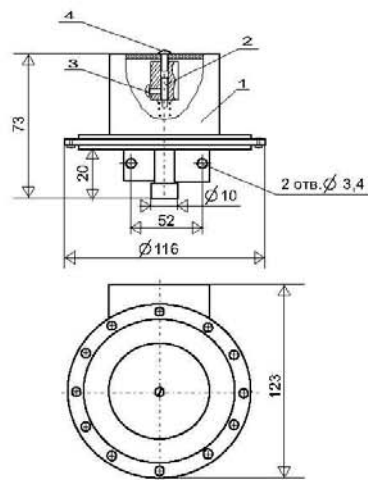

Рис.1 - Общий вид датчика ДДМ-1Ш
3.7. Общий вид и габаритные размеры датчиков приведены на Рис.1 и Рис.2.
6.2. Снять защитный кожух 1 (Рис.1). Подсоединить к ниппелю датчика через рукав с внутренним диаметром 8мм (ГОСТ 10362-76) источник давления газа или воздуха. Подсоединить датчик к электронной системе обработки сигнала проводом с сечением жилы не менее 0,2 мм. Регулировочным винтом 2 установить порог срабатывания датчика, зафиксировав его положение стопорным винтом 3. Контроль величины необходимого давления произвести по манометру, находящемуся на трубопроводе, где расположен датчик.
6.3. Надеть защитный кожух и зафиксировать его положение винтом 4 (Рис.1).